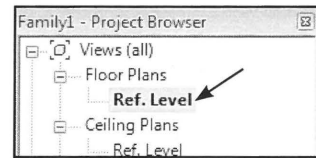

Fig. 05.07. Project Browser.
- Dobbeltklik på *Ref. Level* i *Project Browser* (Fig. 05.07).